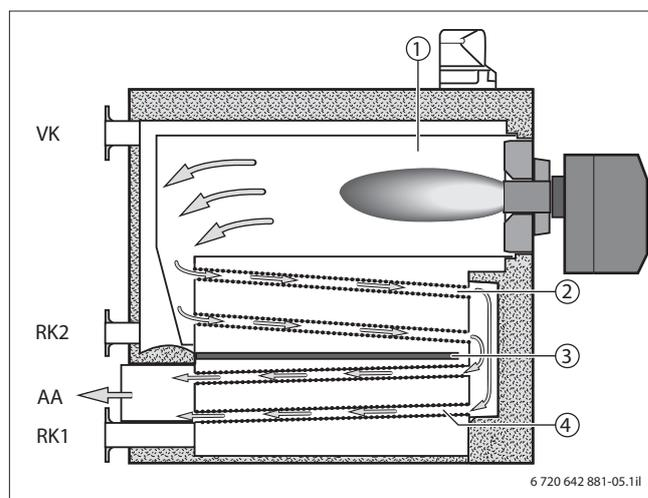

Рисунок 6. Схема циркуляции топочного газа в конденсационных котлах Logano plus SB325 и SB625
Горячие топочные газы после выхода из топочной камеры ① охватывают через заднюю поворотную камеру верхнюю часть ②, а через переднюю поворотную камеру нижнюю часть дополнительных конденсационных поверхностей нагрева ④ (→ рисунок 6).